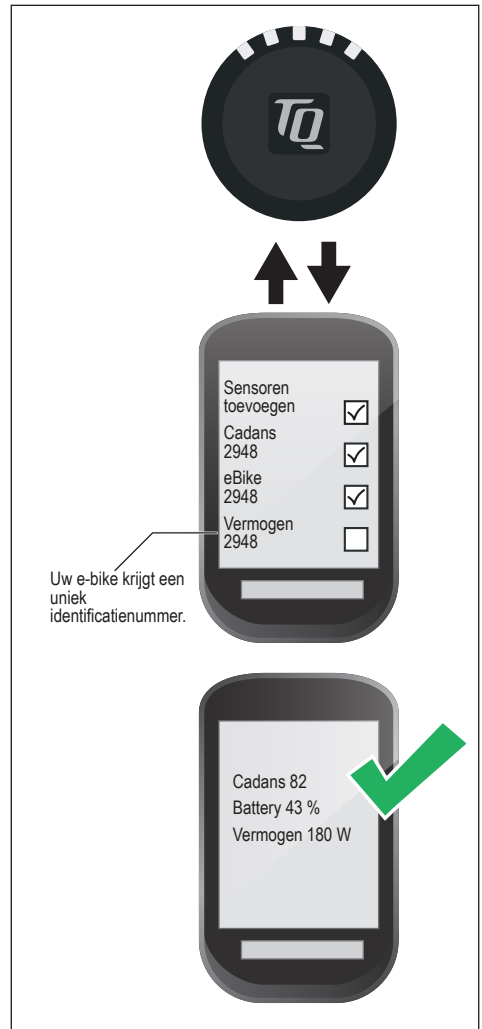

Fig. 6: Verbinding e-bike met fietscomputer
- Selecteer ten minste één van de drie getoonde sensoren (zie Fig. 6).